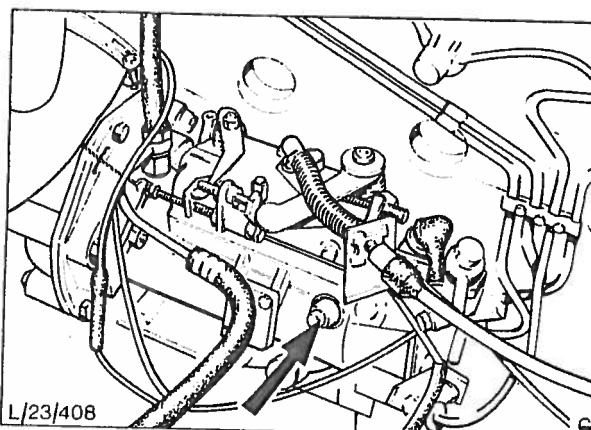

Fig. 48 Innsprøytningspumpens utluftningsbolt.
36. Luft brennstoffsystemet. Se operasjon 23 142 (fig. 48).